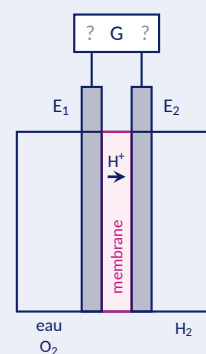

Figure 1 — Coupe d'une cellule PEM
Dans une cellule PEM, deux électrodes poreuses recouvertes de catalyseur sont plaquées de part et d'autre d'une membrane solide qui ne laisse passer que les ions H^+ . De l'eau pure circule du côté de l'anode ; le dioxygène s'y dégage, tandis que le dihydrogène est recueilli du côté de la cathode (figure 1). Les couples mis en jeu sont $\text{O}_2/\text{H}_2\text{O}$ et H^+/H_2 .
- 1.2 La figure 1 indique que les ions H^+ traversent la membrane de l'électrode E_1 vers l'électrode E_2 . En déduire laquelle des deux est l'anode et laquelle est la cathode, puis recopier la figure 1 en remplaçant les points d'interrogation par la polarité du générateur et en indiquant le sens du courant et celui des électrons dans les fils.